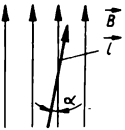

Bild 73
- 8.27** Durch ein Magnetfeld der Flußdichte 500 mT führt ein Leiter der Länge l , der von einem Strom der Stärke 10 A durchflossen wird. Er bildet mit dem Flußdichtevektor einen Winkel von 10° (Bild 73). Berechnen Sie die Kraft, die auf ein Leiterstück von 40 mm Länge wirkt.